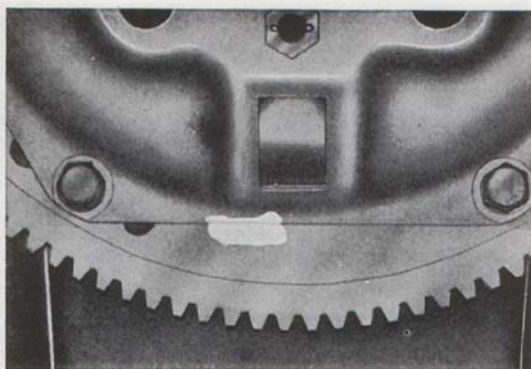

Bild 5. Sammärkning av koppling och svänghjul.
6. Kontrollera att koppling och svänghjul är märkta med färg enligt bild 5. Märk i annat fall upp koppling och svänghjul samt tryckplatta med körslag. Detta måste göras för att montering efter reparation av kopplingen skall kunna ske i det läge, i vilken den tidigare varit monterad. Vrid först svänghjulet ett varv och undersök, om uppmärkning gjorts tidigare.
1. Vrid svänghjulet så att färgmärkningen eller det vid demonteringen gjorda märket blir synligt, se bild 5.